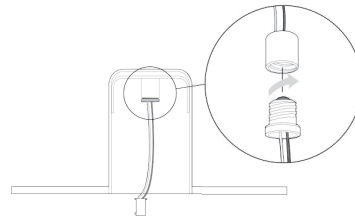

Figura 1 - Fije el conector de tipo Edison, atornillándolo en el receptáculo
3. Enchufe el conector de tipo Edison en el receptáculo del alojamiento empotrado, (como se ilustra en la Figura 1).